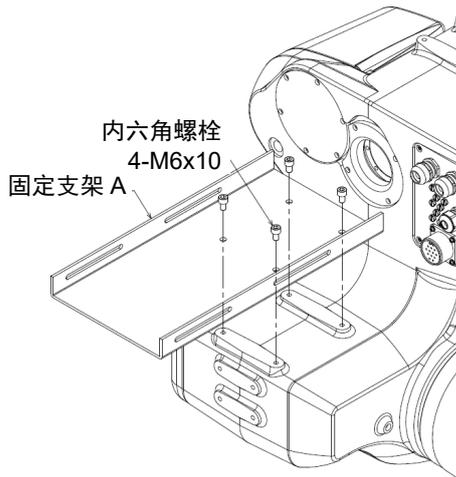

图 1.4 固定支架的安装(步骤 1)
1. 请参阅图1.4用4根内六角螺栓(M6×10)将固定支架A安装在JT3手臂的后方。